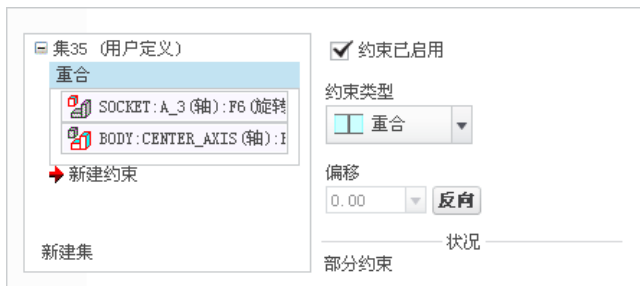

图 9.5.62 轴“重合”约束参考
(1) 定义轴“重合”约束。轴  重合 约束的参考如图 9.5.62 所示。